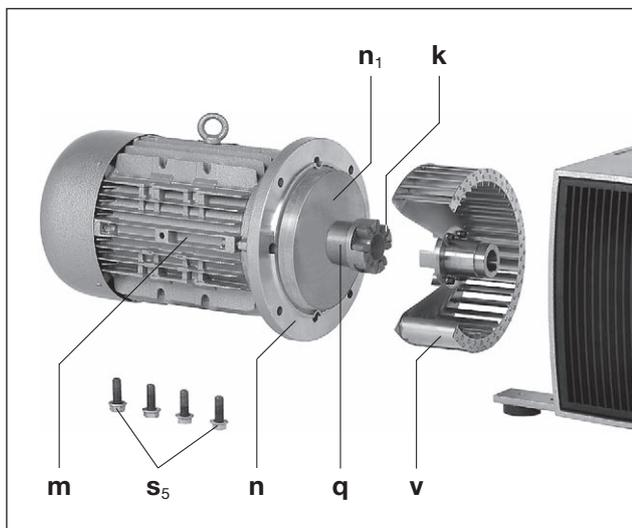

Fig. 9 Acoplamiento
La corona dentada del acoplamiento (Fig. 9/k) está sujeta al desgaste y debe ser comprobada periódicamente (al menos 1 vez al año).
Para comprobar el acoplamiento apagar el motor (Fig. 9/m) y protegerlo contra una conexión involuntaria. Aflojar los tornillos (Fig. 9/s5) en la brida (Fig. 9/n). Extraer axialmente el motor con su parte del acoplamiento (Fig. 9/q) y suspenderlo mediante el equipo de elevación. Sustituir la corona dentada (Fig. 9/k) si está dañada o desgastada. Comprobar también el ventilador (Fig. 9/v) de vez en cuando y reemplazarlo si presenta daños.
**Utilizar sólo con la masa volante (Fig. 9/n1) montada!**
La vida útil de la corona dentada (fig. 9/k) se acorta.